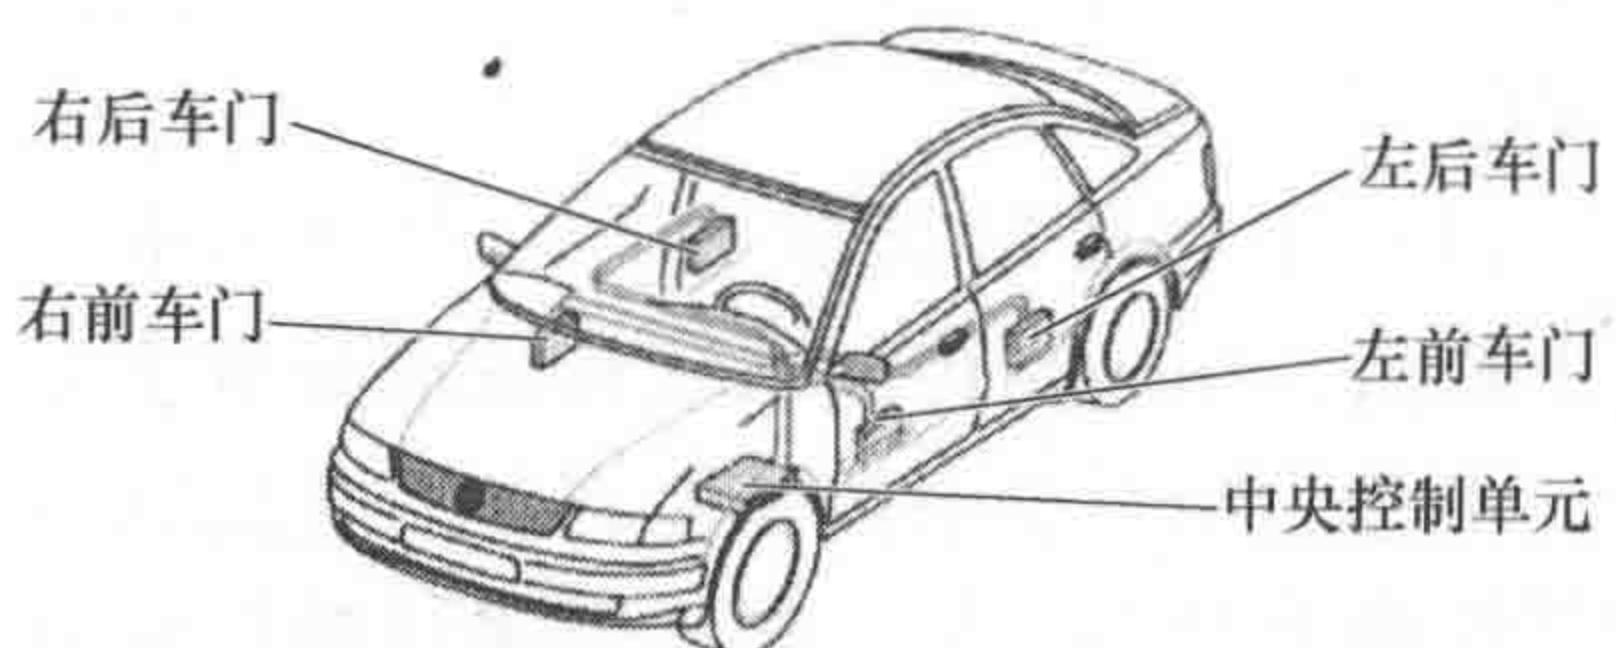

图 1-2 星形网结构
(1) 星形网 星形网是以中央控制单元为中心，中央控制单元与每台入网设备有 1 个物理连接链。其特点是结构简单，通信数据量较少，可以根据需要由中央控制单元安排网络访问优先权或时间。缺点是中央控制单元负载重，功能扩充困难，线路利用率低，当系统出故障时容易影响中央控制单元。此类车载网络系统不可能成为整车网络的结构，一般作为一个部件或总成使用，如图 1-2 所示。